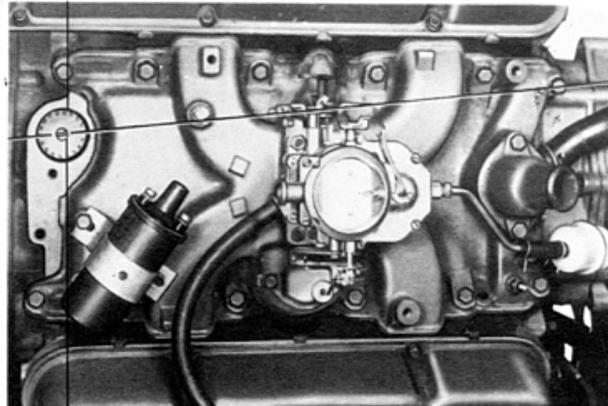

**Fig. 22 — Instalação do conjunto do amortecedor de vibrações**
- Colocar a ferramenta de montagem, parte do conjunto sacador ferramenta C-3688, em posição e comprimir o cubo do amortecedor de vibrações na árvore de manivelas (fig. 22).